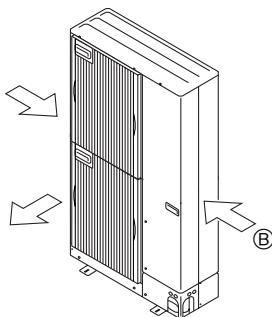

Fig. 2-16
- ② Bringen Sie die Anlage so an, dass die Abluft aus der Luftaustrittsöffnung im rechten Winkel zu derjenigen Richtung geführt wird, aus der saisonal bedingt starker Wind bläst. (Fig. 2-16)